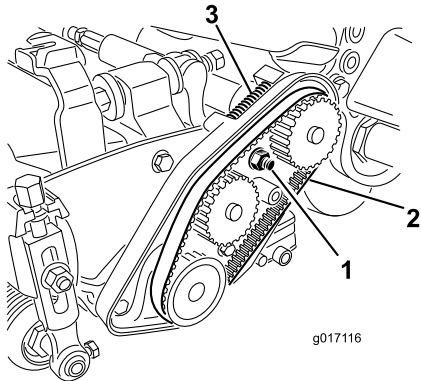

图46
- A. 松开轴承座安装螺母（图46）。
- C. 清除皮带舱内部和压缩弹簧周围的任何杂物（图46）。